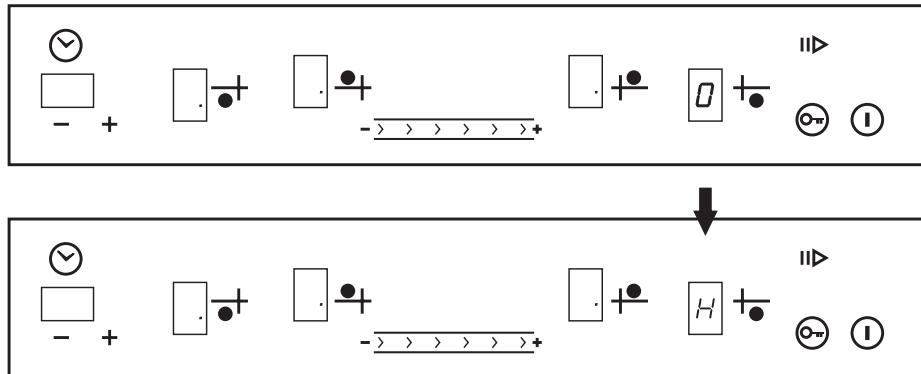

Рис. 7
После выключения конфорки в окне индикации ③ (рис. 7) высвечивается буква «H» (от англ. hot – «горячий»). Индикация «H» гаснет, когда температура рабочей зоны становится безопасной.